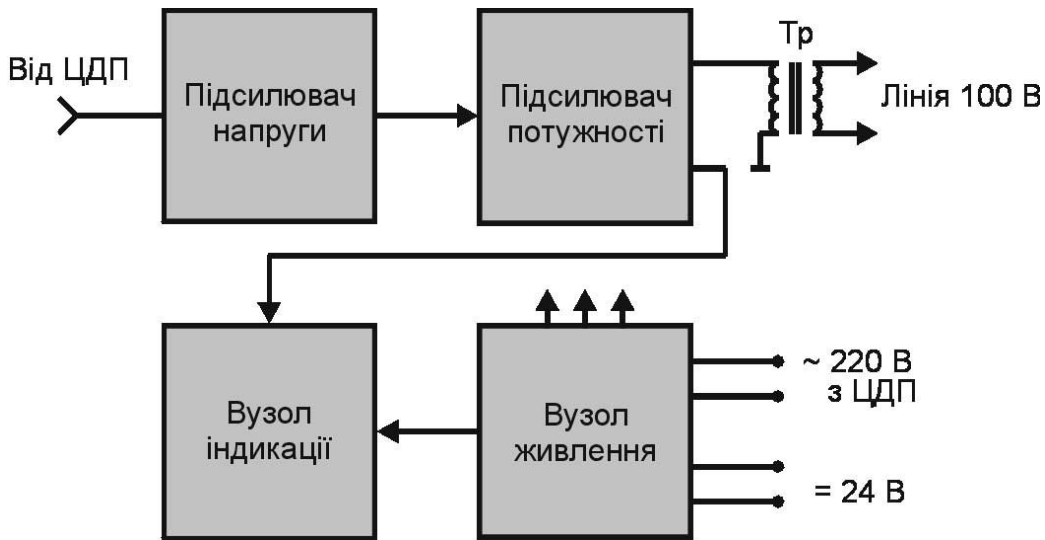

Рисунок 3
5.3. Принцип роботи підсилювача потужності. Структурна схема показана на рис.3.